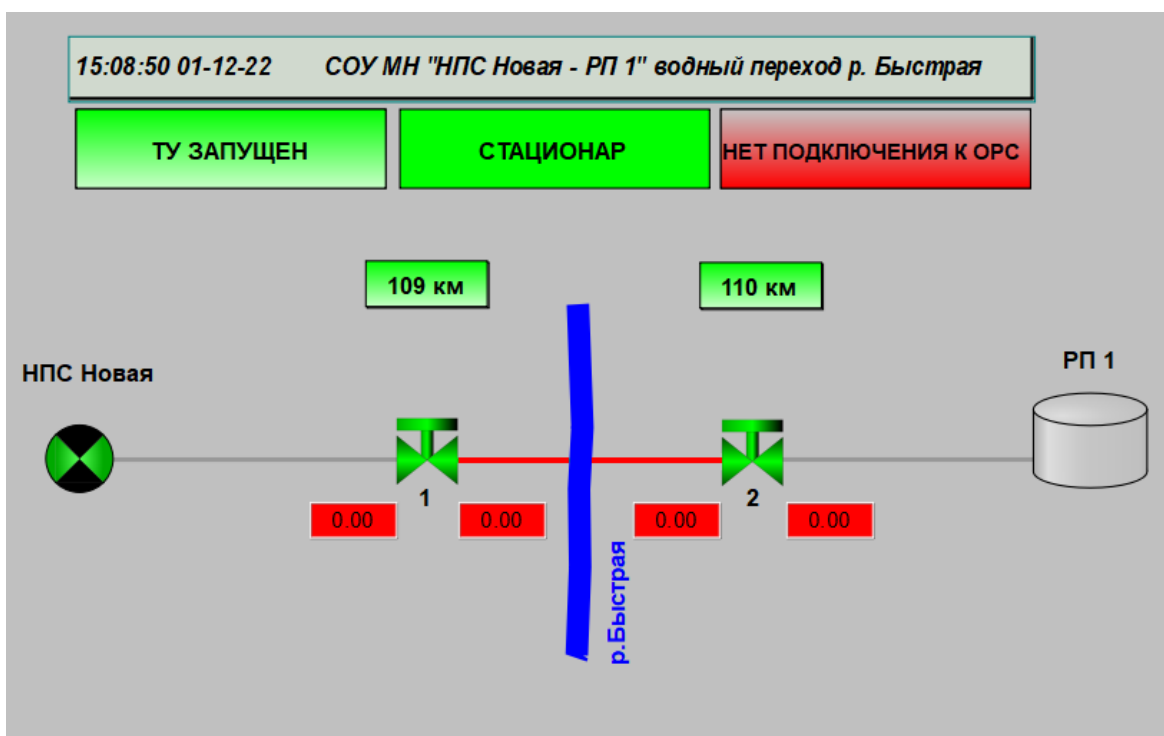

Рис.7.1 – Вид формы участка, при возникновении утечки.
- Участок трубы, на котором произошла утечка, становится красным (рис. 7.1);
- Индикатор работы СОУ становится красным с надписью Утечка (рис. 7.1);